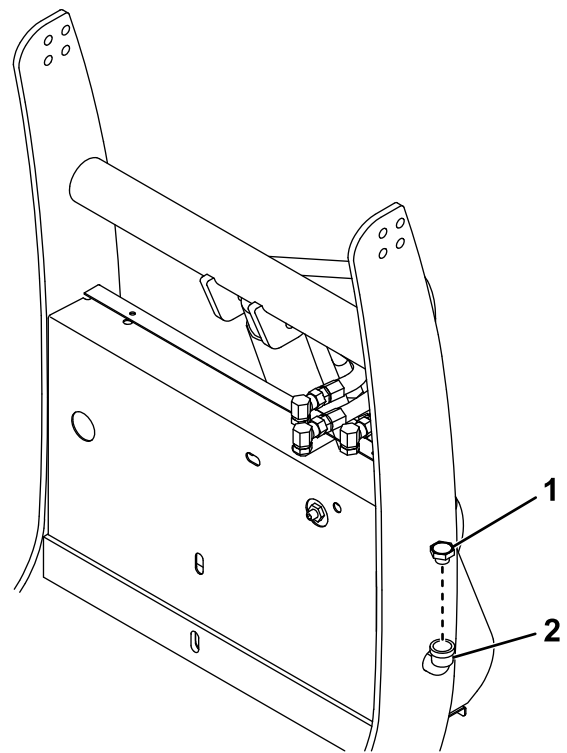

Figura 37
2. Limpie la zona alrededor del tapón de llenado (Figura 37).
3. Retire el tapón de llenado del depósito hidráulico (Figura 37).